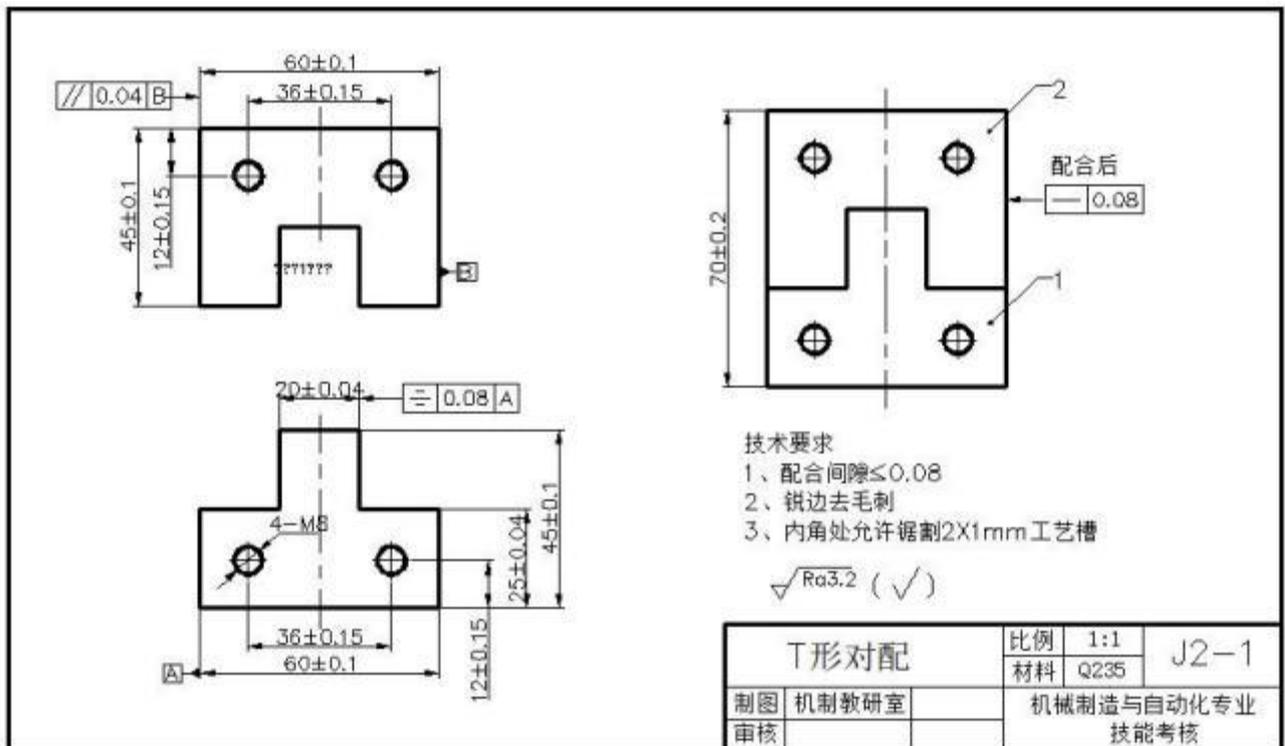

图 J2-1-1 T 型对配
- 3) 根据零件图 J2-1-1 的要求完成凸、凹零件的加工与配锉加工。去毛刺，倒棱角 C0.3, 配合面不允许倒角，不准使用专用工、夹具加工和抛光；